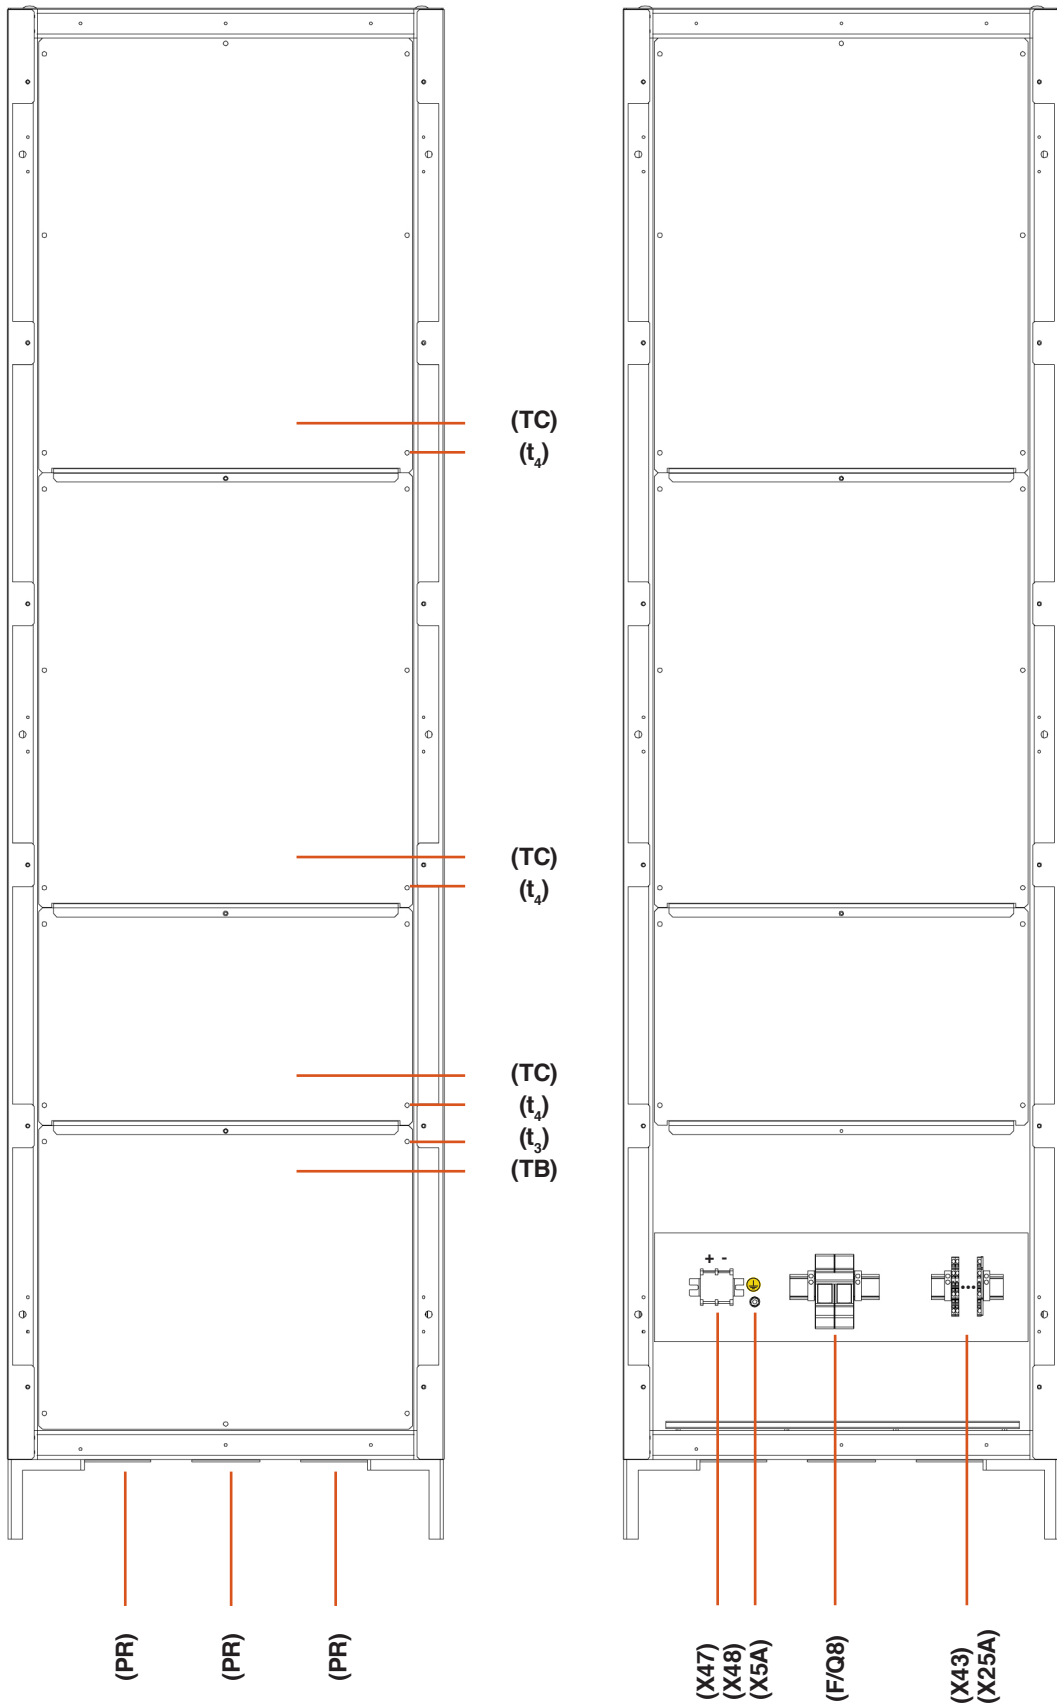

Abb. 11. Vorderansicht Batterieschrank mit 605x605x2115 mm.
- Batterieschrank mit einer Höhe von 2010 mm, mit zusätzlichen Hubfüßen von 110 mm, sodass die Gesamthöhe 2120 mm beträgt. Erhältlich mit Schrankboden in den Abmessungen 600x600, 600x800 und 800x800 mm (siehe Abb. 11 und 12).